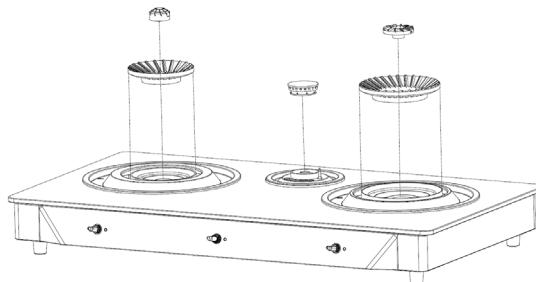

Figure 2
- Vérifiez et ajustez le capuchon du brûleur et le brûleur jusqu'à ce qu'ils correspondent (voir figure 2).